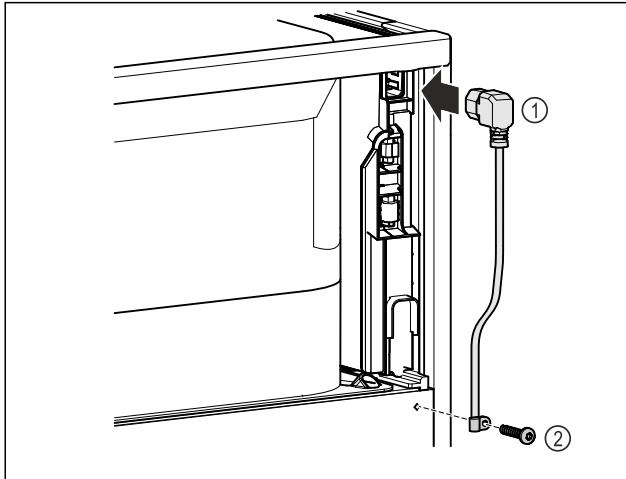

Fig. 13
- ▶ Pistke võrguühendusjuhtme Fig. 13 (1) külmutusseadme pesa seadme tagaküljel sisse.
- ▶ Monteerige tõmbetõkis. Fig. 13 (2)